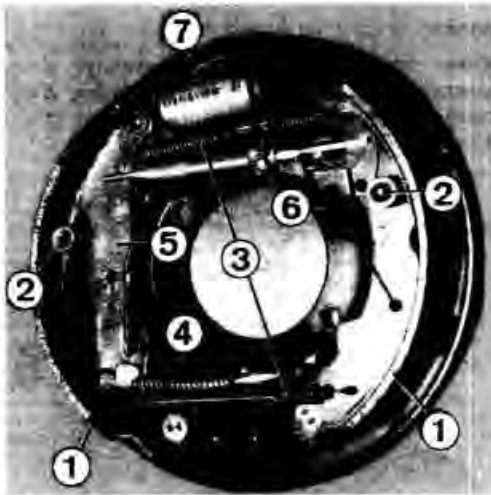

Рис. 13-10. Детали барабанного тормозного механизма заднего колеса:
• Ослабить трос привода стояночной тормозной системы (рис. 13-10).